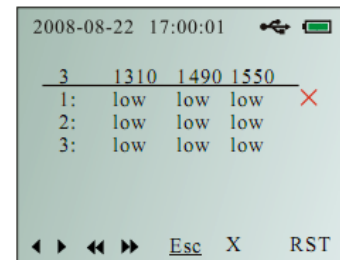

Fig.10
3. En la pantalla en donde se muestran los registros (ver la Fig. 10), en la parte superior de la línea horizontal se muestran “el número total de registros” y la “longitud de onda” (de izquierda a derecha). La información por debajo de la línea horizontal son el “número de registro” y el valor de potencia óptica conforme a las correspondientes longitudes de onda. Al final de la pantalla puede verse las opciones del menú principal.
1. Dentro del menú, seleccione “**History**” para acceder a la pantalla de visualización de los registros, pulse brevemente MENU para salir, vea la Fig. 10.
Cuando se efectúa una selección, ésta queda subrayada (En la Fig. 10 está subrayado **Esc**), pulse brevemente **“Threshold”** para cambiar la selección de izquierda a derecha, pulse brevemente **“REF/SEL”** para ejecutar la selección.
En la Fig. 10, puede verse que hay tres resultados de pruebas en la memoria, **“low”** significa que el valor de la potencia salvada en la memoria, es inferior al valor del umbral fijado. En la Fig. 11, **“high”** significa que el valor de la potencia salvada en la memoria, es superior al valor del umbral fijado.